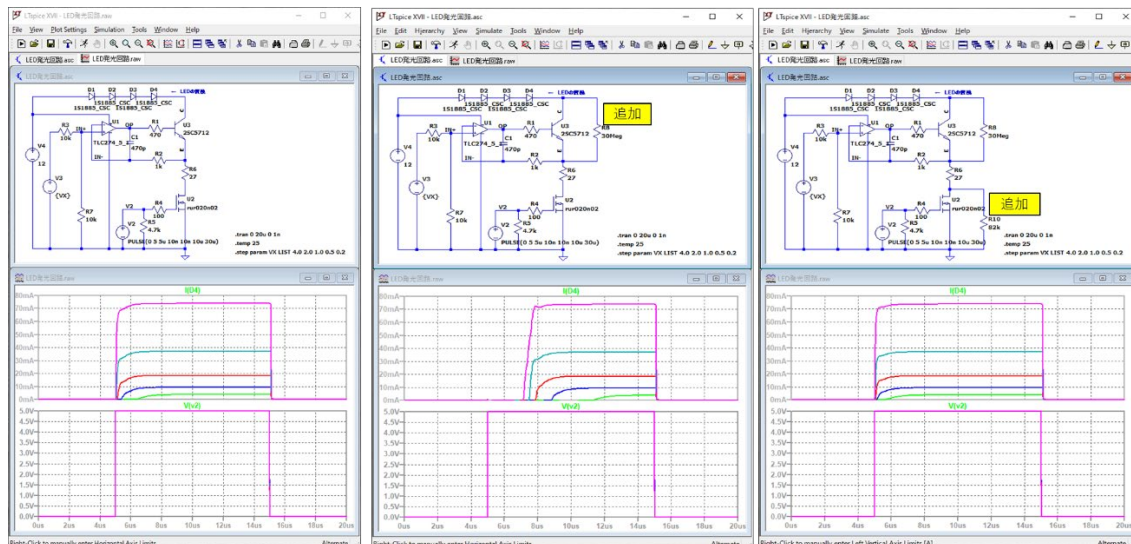

図1
- ・回路不具合の調査、対策検討 図 1 参照
2015 年から進めていた回路シミュレーションの活用として、まず不具合調査と対策を施した例を紹介します。図 1 左側が理想回路 Sim の結果ですが、実機では応答性が悪い結果が得られました。実機の結果を Sim 上で再現するために、U3 のリークが増えたと想定して抵抗 (R8) を追加し不具合の再現したものの
が、図1中央となります。また、U3のリークが増えても応答性が悪くならないための対策として、図1右側のようにsim上で抵抗(R10)を追加した検証を行い、その後実機に対策を施すことができました。